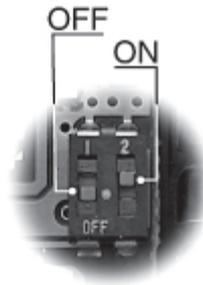

Рисунок 2
- Скопировать с ключа на контроллер (DOWNLOAD (ЗАГРУЗИТЬ) – Рисунок 2).